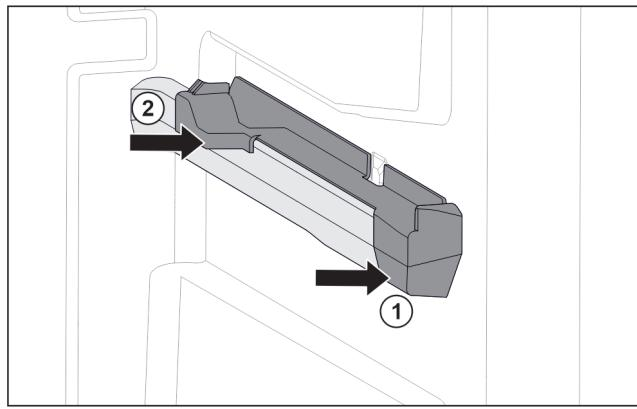

Fig. 131 Élément emboîtable sur la nervure de récipient droite
- ▶ Poser le devant de l'élément emboîtable contre la nervure de récipient. Fig. 131 (1)
- ▶ Enfoncer l'arrière de l'élément emboîtable. Fig. 131 (2)